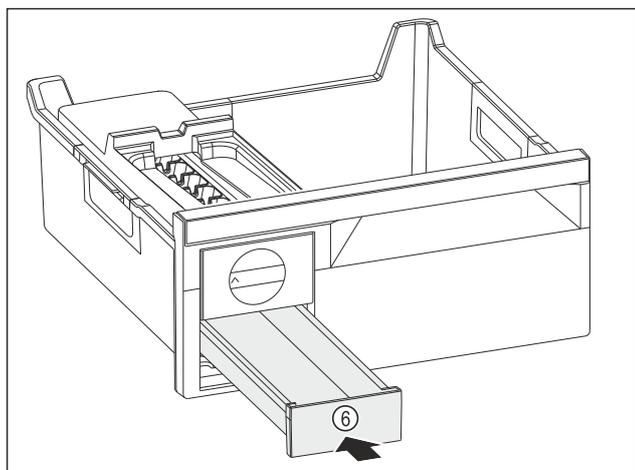

Fig. 141
- ▶ Inserte el cajón de cubitos de hielo Fig. 141 (6).